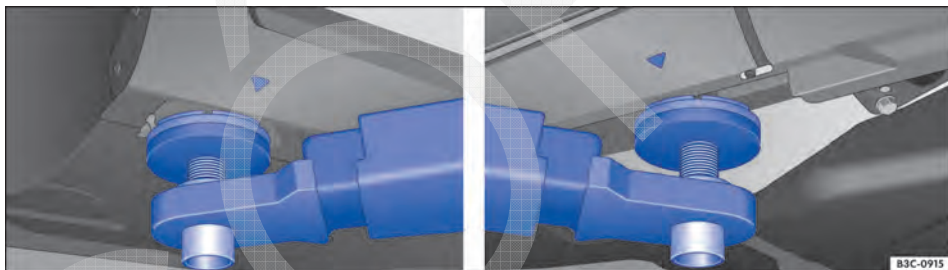
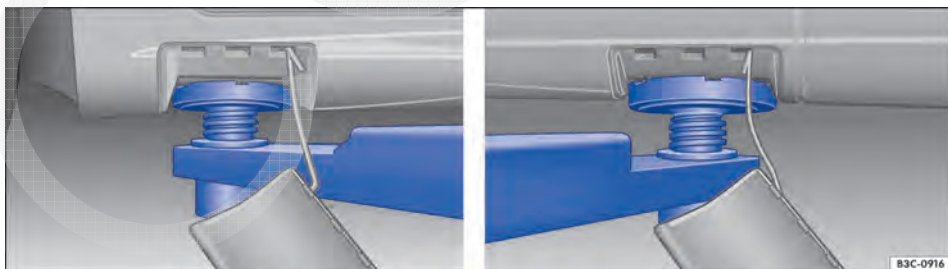

Fig. 214 Suspender com a plataforma elevatória: pontos de apoio em veículos sem cobertura.
Fig. 215 Suspender com a plataforma elevatória: pontos de apoio em veículos com cobertura.
O veículo deve ser suspenso somente pelos pontos indicados nas figuras ⇒ Fig. 214 e ⇒ Fig. 215. Se o veículo não for suspenso pelos pontos indicados, poderão ocorrer danos no veículo ⇒ ⚠ e ferimentos graves ⇒ ⚠.
- Suspender o veículo somente pelos pontos indicados nas figuras ⇒ Fig. 214 e ⇒ Fig. 215. Se o veículo não for suspenso pelos pontos indicados, o veículo poderá cair da plataforma elevatória quando, por exemplo, o motor ou a suspensão for desmontado.